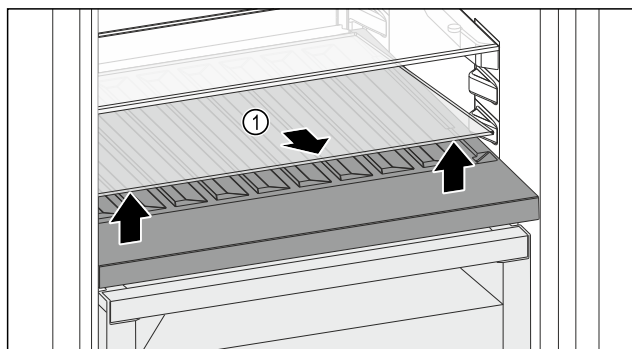

Fig. 118
- Skleněnou desku Fig. 118 (1) zvedněte za vybrání vpředu a vyjměte ji.
- Skleněnou desku Fig. 118 (1) uložte bezpečně mimo spotřebič.